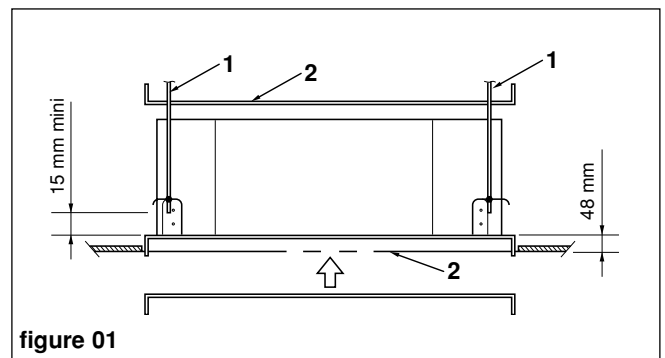

figure 01
- Utiliser le gabarit de perçage fourni (2) pour déterminer la position des tiges de suspension (1) et le trou à faire dans le faux-plafond (figure 01).
- La longueur des tiges de suspension doit permettre d'avoir une distance supérieure à 15 mm entre le bas de la tige de suspension et le bas de l'appareil (figure 01).
- Régler la distance entre l'unité et le dessus du faux-plafond (48 mm) en utilisant les écrous des tiges de suspension (figures 01 et 03).